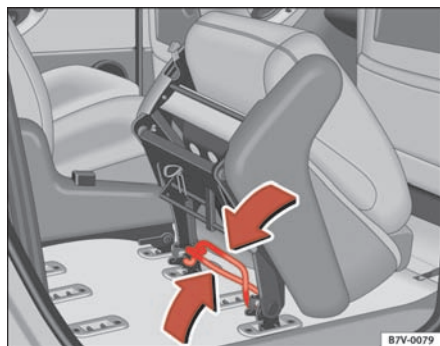

Fig. 93 Bøjle til af- og påmontering af separat sæde
- Tryk de to bøjler ⇒ fig. 93 under sædet sammen i pilens retning, og løft sædet ud af holderne i bunden af bilen.